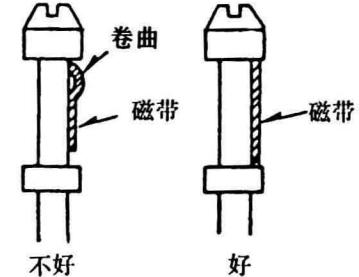

图50
⑧如果发生卷曲(见图50), 则需要对导柱重新进行调整(除导柱P1和P4外)。